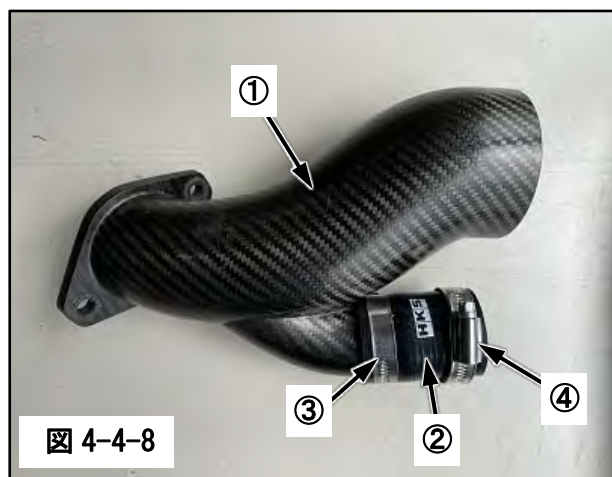

図 4-4-8
- (8) ①サクシヨンパイプ F に②シリコンホース φ38 を③ホースバンドで固定し④ホースバンドを仮付けしてください。(図 4-4-8)
サクシヨンパイプ F 側のホースバンドは予め図 4-4-8 の向きにしてください